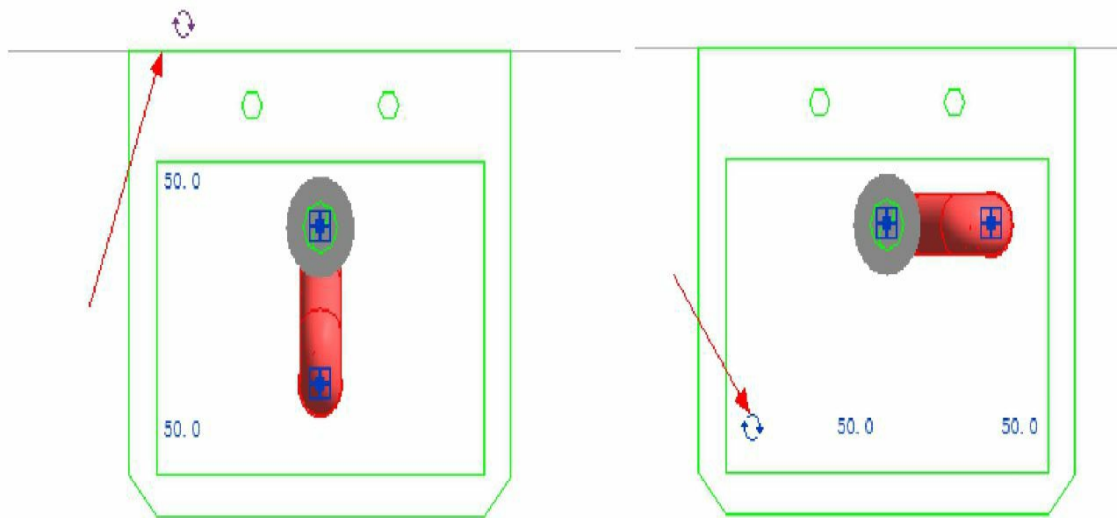

图3-115
(4) 回到平面图中，如图3-115所示，旋转存水弯两次，使存水弯到我们想要的墙边下。